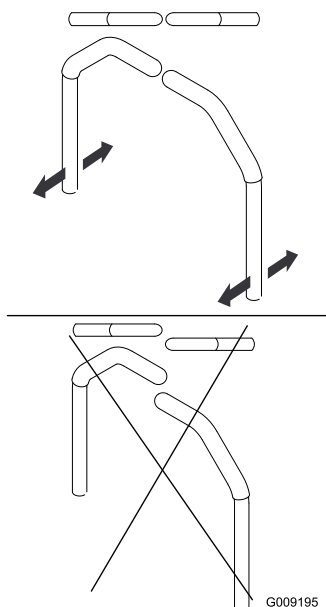

Figure 78
4. Réglez l'alignement avant/arrière des leviers en les plaçant tous deux à la position POINT MORT, puis faites-les coulisser jusqu'à ce qu'ils soient alignés, et serrez les boulons (Figure 78).